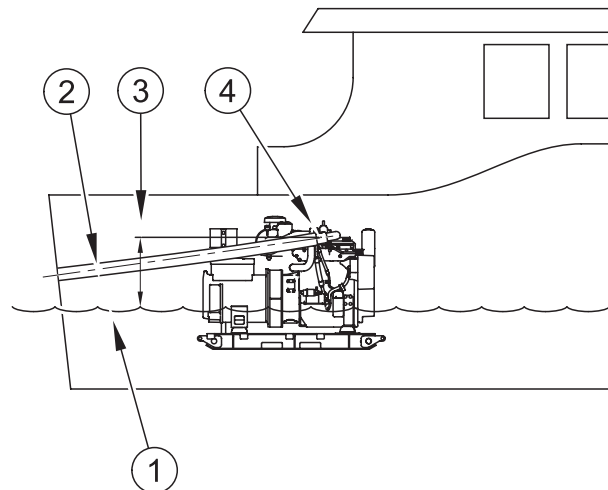

Figure 20
Un plan d'ensemble pour système de ce type est illustré à la Figure 20. Dans de nombreux cas, la sortie d'échappement passe par le tableau arrière, juste au-dessus de la ligne de flottaison (1). Une inclinaison de 10° (2) est nécessaire et le point d'injection d'eau doit se trouver au moins 20 cm au-dessus de la ligne de flottaison (3), mais la hauteur réelle nécessaire pour un bateau particulier ne peut être déterminée qu'en fonction du type de système d'échappement, ainsi que du tangage et du roulis pouvant être rencontrés en service.